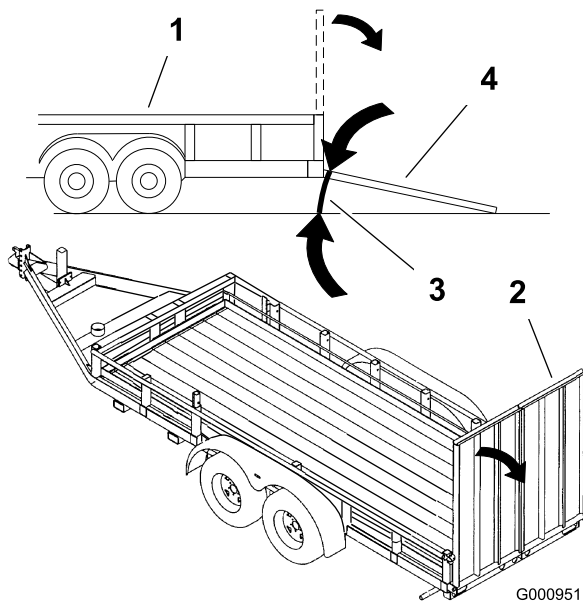

Figura 23
- Se recomienda el uso de una sola rampa lo suficientemente ancha como para sobresalir a cada lado de las ruedas traseras, en lugar de rampas individuales para cada lado de la máquina (Figura 23). Cuando está bajada y bloqueada, la plataforma debe extenderse hacia atrás entre las ruedas traseras, y sirve de tope para evitar vuelcos hacia atrás. Una rampa ancha proporciona una superficie de apoyo para la plataforma si la máquina empieza a volcarse hacia atrás. Con la plataforma elevada, queda sitio para desplazarse detrás de la máquina en una rampa ancha.
- La rampa debe tener una longitud suficiente, de manera que el ángulo no supere los 15 grados (Figura 23). Un ángulo mayor puede hacer que los componentes de los taladros se atasquen cuando la máquina se desplaza desde la rampa hasta el remolque o camión. Un ángulo mayor puede hacer también que la máquina vuelque hacia atrás. Si se carga en o cerca de una pendiente, coloque el remolque o el camión de tal forma que esté pendiente abajo, con la rampa extendida pendiente arriba. Esto minimiza el ángulo de la rampa. El remolque o el camión debe estar lo más horizontal posible.